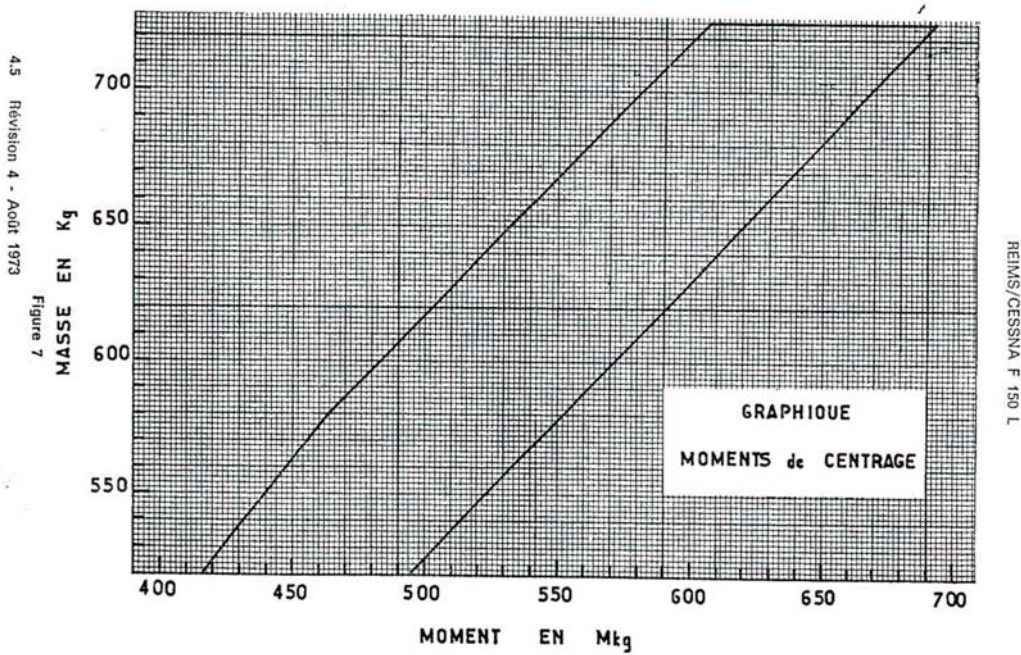

Figure 8 Graphique de centrage
- a. Faire le tour de l'appareil selon le schéma de la figure 8.